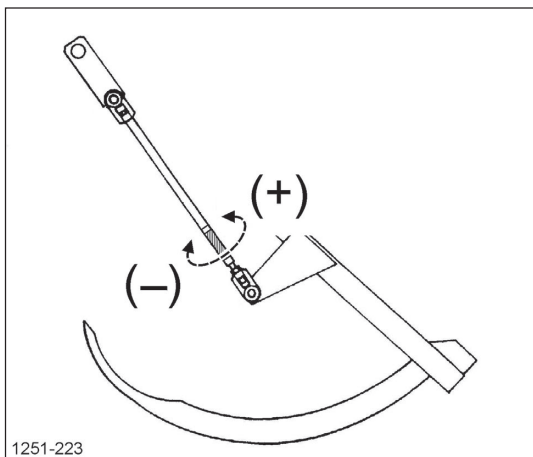

Рисунок 74
- Тяговая штанга иголок [4] – слева по направлению движения: открутите контргайки (6) и (7).
- Тяговая штанга иголок [4] – слева по направлению движения: отрегулируйте расстояние "С" при помощи установочной гайки [5]. (Рисунок 74)